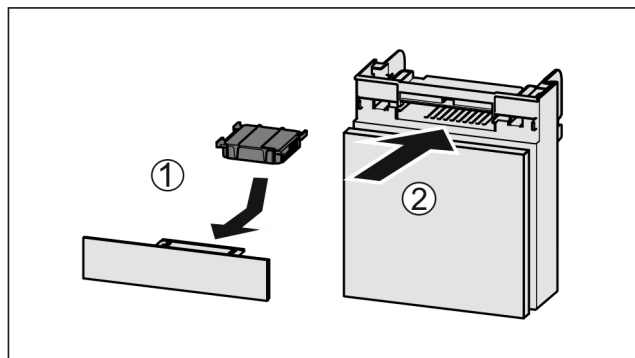

Fig. 190
- Filtr s aktivním uhlím vložte podle vyobrazení Fig. 190 (1).
- Zásuvku zasuňte Fig. 190 (2).